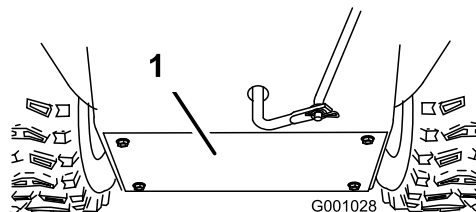

Figure 55
3. Retirez le couvercle arrière (Figure 55).